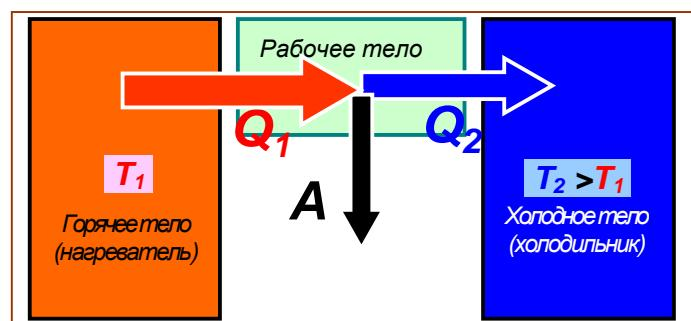

Рис. 12.3. Термодинамическая схема теплового двигателя
направлении (см. §3, п. 6⁰). Газ течёт из области с высоким давлением в область где давление ниже; более нагретое тело отдаёт тепло менее нагретому. Природа устроена так, что только во время таких переходов может производиться полезная работа A_p , рис. 12.3.
4. К чему приведут механические потери на трение в турбине, установленной на водопаде (рис. 12.3), а также хаотическое, турбулентное движение воды под водопадом? В чём аналогия между этим примером и тепловым двигателем?
Именно это делает в вашем холодильнике насос, который начинает работать при подключении холодильника к электросети. Соответствующий насос необходим по аналогичным причинам (запрета второго начала термодинамики) и в случае, изображённом на рис. 12.3, если воду необходимо поднять с нижнего уровня на верхний.